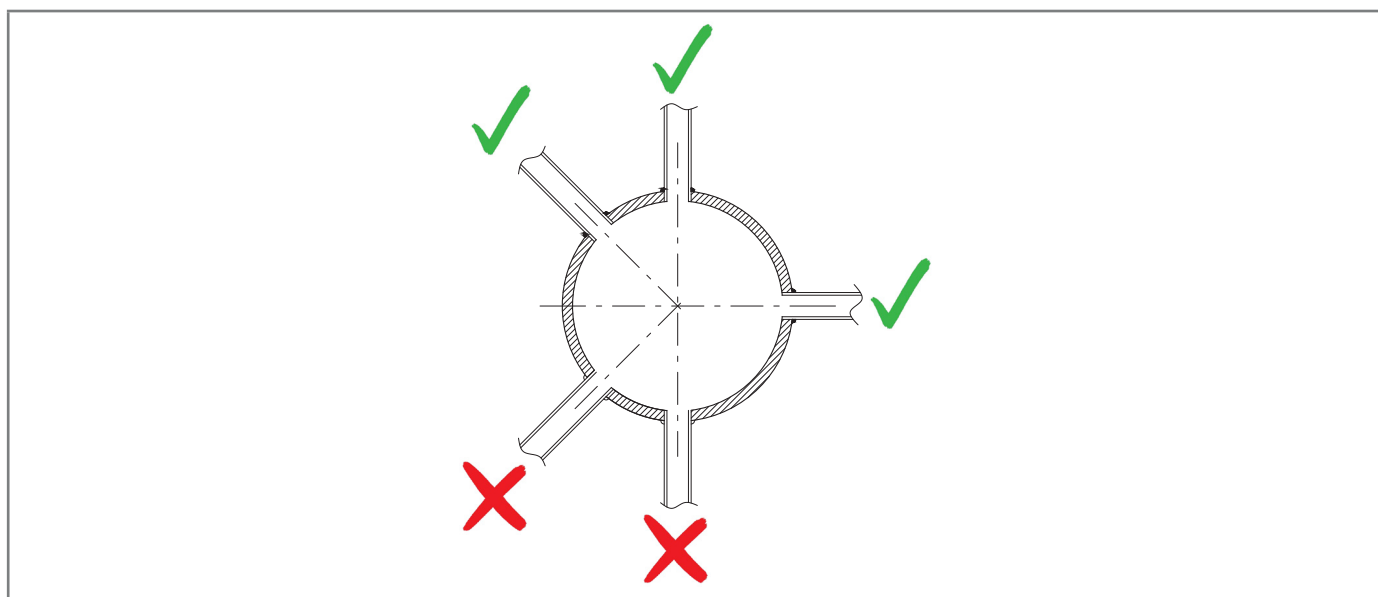

Fig. 6.13. Attacchi saldati della tubazione
- gli attacchi della tubazione siano sempre saldati sulla parte superiore o a max 90° sull'asse della tubazione stessa (fare riferimento alla Fig. 6.13);